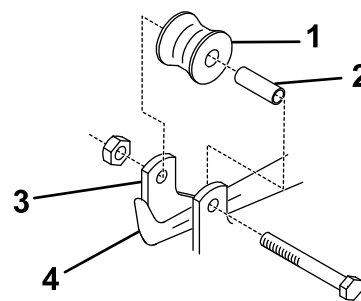

Figura 4
2. Fate scorrere l'arieggiatore sotto il telaio del braccio di trazione, fino a quando le piastre rotanti di sollevamento non sono posizionate su ciascun lato del braccio di sollevamento (Figura 4).
3. Premendo il braccio di sollevamento verso il basso, fate rotolare l'arieggiatore indietro, fino a quando il rullo di sollevamento non si trova sopra il braccio sinistro (Figura 4).